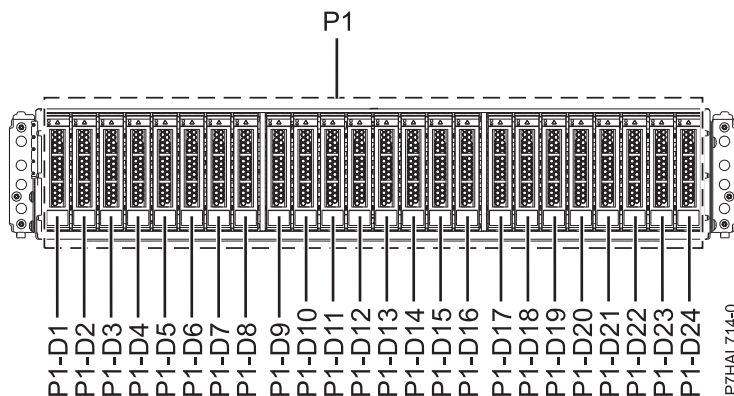
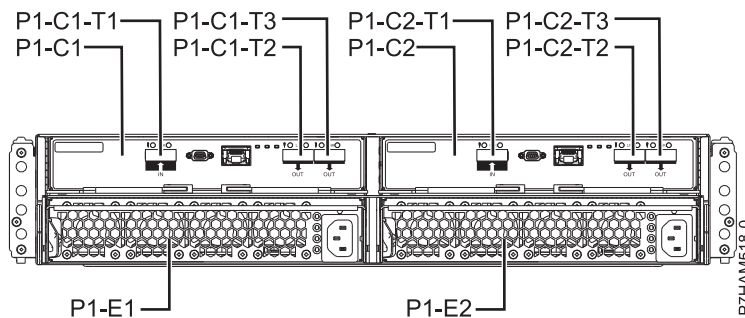

Figura 5. Vista frontal del model allotjament d'unitats de disc 5887 que mostra les ubicacions de les unitats de disc
Figura 6. Vista posterior de l'allotjament d'unitats de disc 5887
1. Identifiqueu la peça i l'allotjament amb què voleu treballar. Les ranures de les unitats de disc i SSD es troben a la part frontal de l'allotjament. A la Figura 5 i a la Figura 6 es mostra la vista frontal i la pista posterior de l'allotjament i les ubicacions de la unitat de disc a l'allotjament.